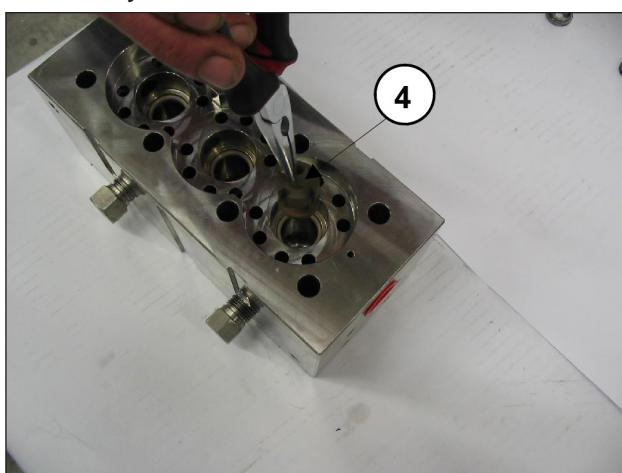
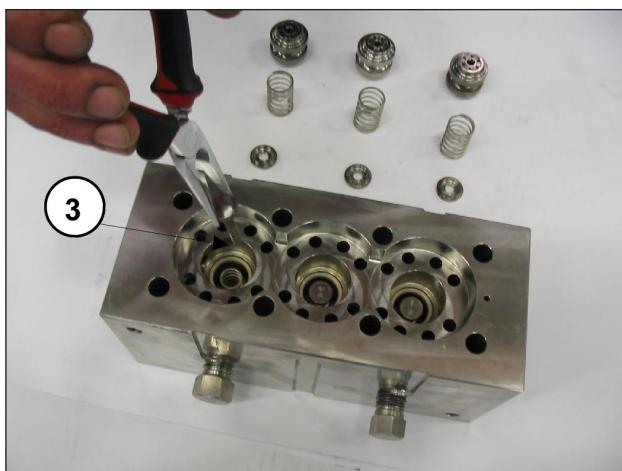

Fig. 44
Fig. 45
- Extraer los platinos de envío ③, las guías ④ y los muelles como se indica en la Fig. 44 y la Fig. 45, controlar el desgaste y sustituirlos si es necesario. En cualquier caso, respetar los intervalos indicados en la tabla "MANTENIMIENTO PREVENTIVO" del capítulo 11 del *Manual de uso y mantenimiento*.